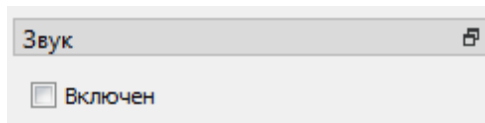

Рисунок 6. Элемент интерфейса включения звукового сигнала
- Если степень различия измеренных ВАХ равняется 0%, то издается звуковой сигнал. По умолчанию звуковой сигнал отключен, но при необходимости его можно включить, установив галочку «включить» в разделе «звук» (рисунок 6).